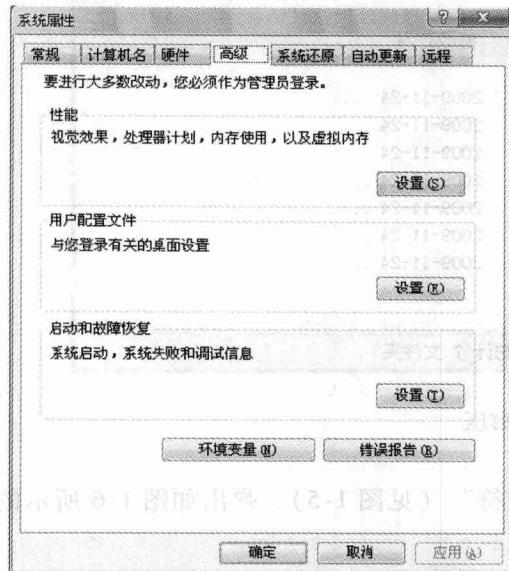
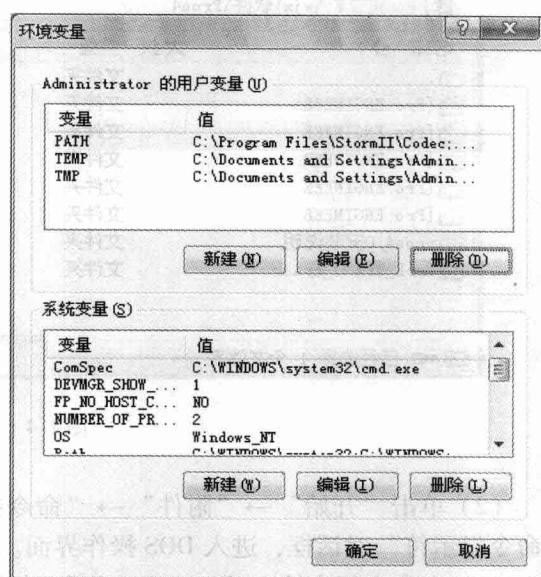

图 1-1 “系统属性”对话框
图 1-2 “环境变量”对话框
(1) 右击“我的电脑”→“属性”，在弹出的“系统属性”对话框（见图 1-1）中单击“高级”，并单击“环境变量”按钮，系统弹出如图 1-2 所示的“环境变量”对话框。